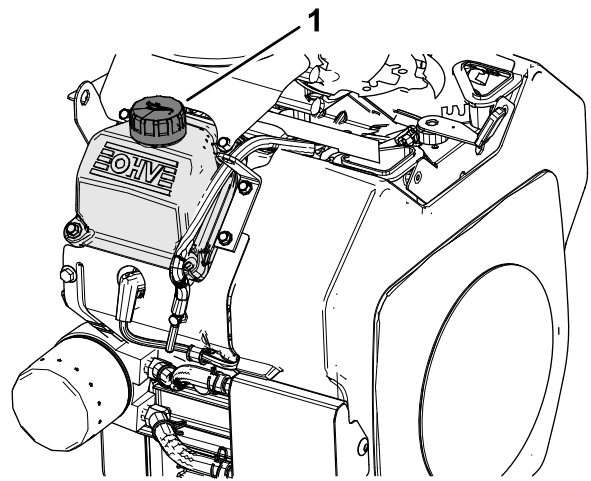
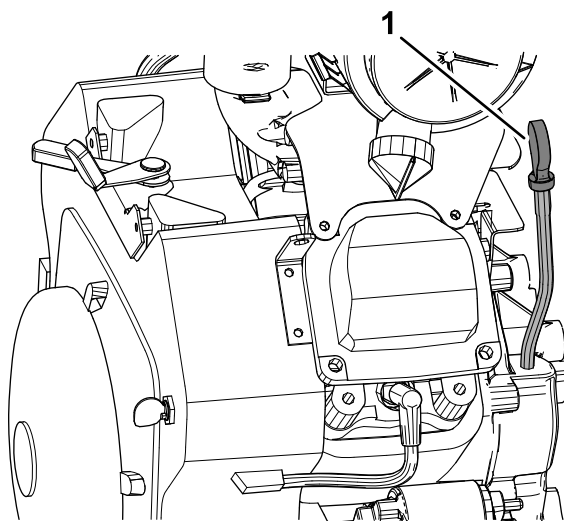

Figura 29
Figura 28
2. Curățați zona din jurul jojei de ulei și capacul de umplere cu ulei al capacului supapei (Figura 28 și Figura 29).
3. Scoateți joja și tergeți-i extremitatea (Figura 28).